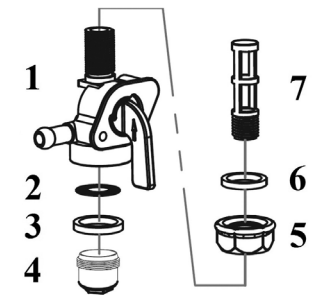

Рис. 20 Устройство топливного крана
5. Открутите гайку 5 и выньте топливный кран из топливного бака (Рис. 20).
6. Извлеките из корпуса топливного крана 1 уплотнительное кольцо 3 и сетчатый фильтр 2 (Рис. 20).
7. Извлеките из корпуса топливного крана сетчатый фильтр 7 (Рис. 20).